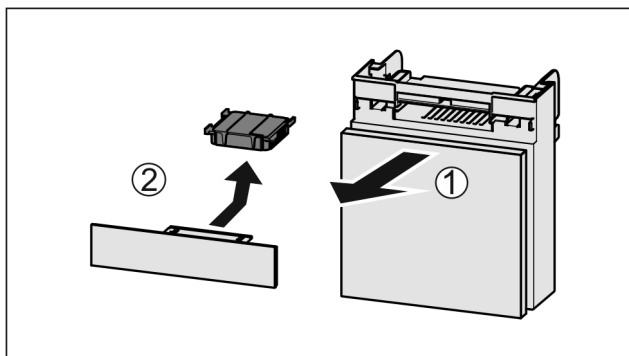

Fig. 113
- ▶ Træk rummet fremad Fig. 113 (1).
- ▶ Tag aktivkulfilteret Fig. 113 (2) ud.